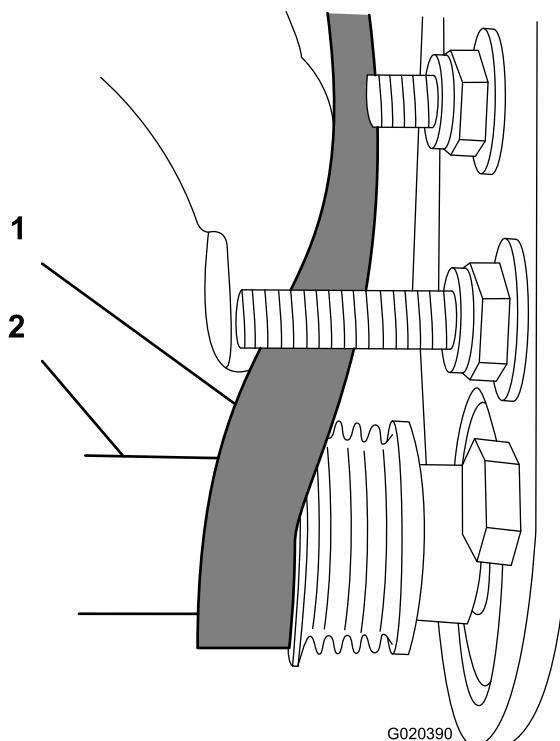

Рисунок 15
- Начните надевать ремень на **ведомый** шкив (**Рисунок 15**).
- Используйте глубокую головку на 9/16 дюйма для вращения щетки в сборе и установки ремня на ведомый шкив (**Рисунок 15**).